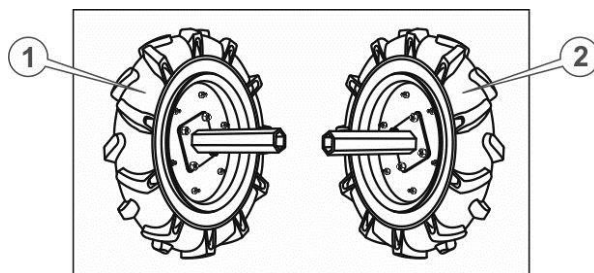

Рис. 5. – Ліве та праве колесо
4. Приєднати маточини коліс до колісних дисків за допомогою болтів, надійно затягнути всі з'єднання на колесах (див. Рис. 5.) Водночас необхідно пам'ятати, що на колеса встановлені пневматичні шини зі спрямованим малюнком протектора типу «ялинка». Встановлення коліс необхідно виконувати так, щоб споглядаючи на мотоблок зверху, «вістря» цієї «ялинки» були спрямовані вперед (див. Рис. 5.), крім того, вентиля для накачування камер повинні перебувати з зовнішнього боку колеса.